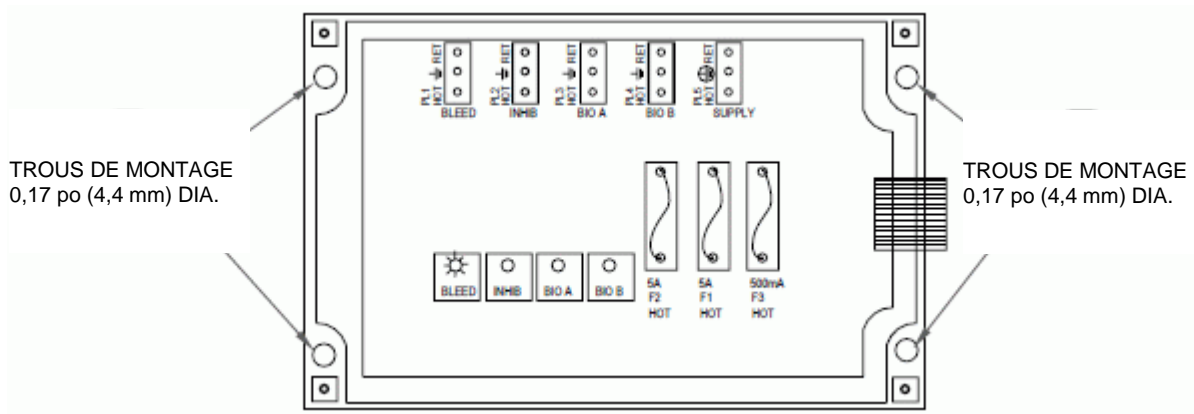

Figure 3
Montez la moitié inférieure du contrôleur en utilisant les (4) quatre trous fournis dans ce but (Fig. 3).